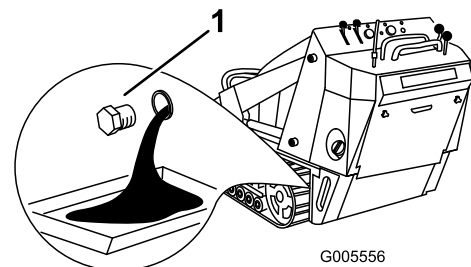

Figure 32
- Enlevez le bouchon de vidange (Figure 32).